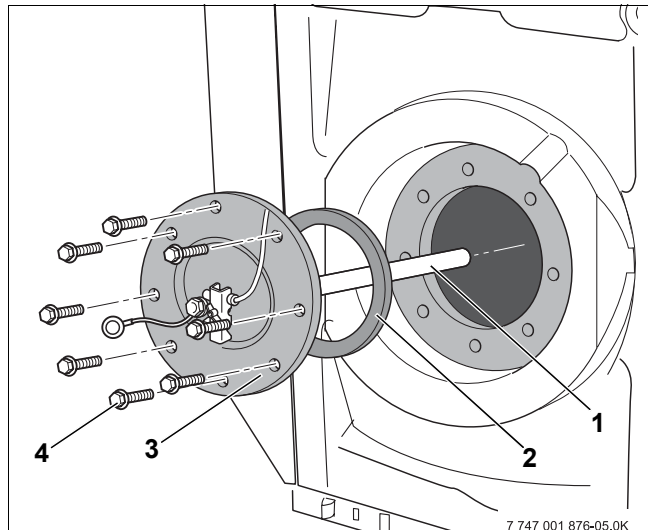

Рис. 13 Демонтаж крышки люка
- Вывернуть болты (рис. 13, **поз. 4**) из крышки смотрового люка (рис. 13, **поз. 3**).
- Снять с бака крышку люка вместе с магниевым анодом (рис. 13, **поз. 1**) и уплотнением крышки (рис. 13, **поз. 2**).